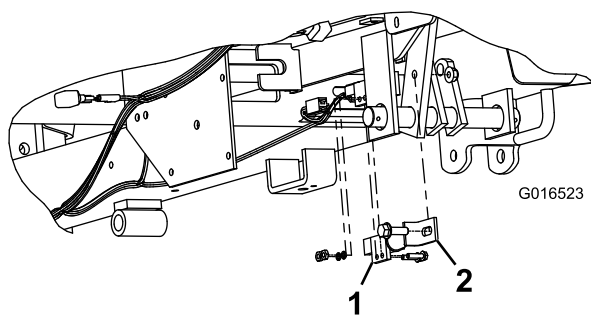

Figura 3
2. Montate la staffa del contattore dell'indicatore del freno sul telaio del veicolo (Figura 3).
3. Montate il contattore dell'indicatore del freno sulla staffa con 2 viti, 2 rondelle e 2 dadi a testa esagonale sul veicolo (Figura 3).